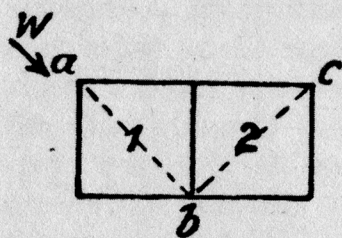
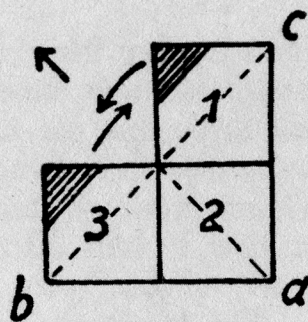
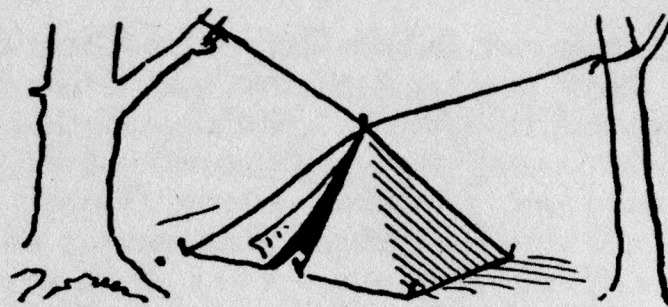

Abb. 22
Abb. 23
Abb. 24
5. Spitzzelt aus zwei Bahnen (Abb. 21). Da es ein halboffenes Zelt ist, wird man es nur als Schutzzelt wählen und nur in lauen Sommernächten als Schlafzelt. Es bietet zwei bis drei Leuten Schutz oder zweien Schlafgelegenheit. Unter allen Umständen ist die Benutzung eines Zeltstabes zu vermeiden, weil dieser in einem so kleinen Zelt sehr stört. Gefknöpft und aufgebaut wird wie in Abbildung 22. Also 1 über 2. Punkt b bildet die Zeltspitze. In a und c wird zuerst angepflockt und darauf in b aufgehängt. Hiernach befestigt man erst die freihängenden Bahnzipfel am Boden. Wir brauchen mindestens 5 Heringe, aber höchstens 9 Stück. 6. Das Dreier-Spitzzelt. Drei Bahnen werden zu einem Winkel (Abb. 23) zusammengeknöpft. Der Aufbau geschieht folgendermaßen: In Punkt a dem Wind entgegen anpflocken. Jetzt 1 und 3 verknöpfen. In den Punkten b und c anpflocken. Ein Mann unter dem Zeltbündel stellt den Etab hoch (alle drei Ösen über die Spitze schieben!). — Zelt nachspannen und Eingang schaffen, und zwar auf der dem Wind abgewandten Seite. (Siehe Abb. 23). Der schraffierte Bahnenteil gibt den Zelteingang an. In unserem Beispiel werden die Bahnen wie folgt aneinandergeknöpft: 2 über 3 und 1. 1 über oder unter 3. Auf jeden Fall muß man bei 1 und 3 darauf achten, daß die Knöpfnaht zu der am besten geschützten Seite weist. Gebraucht werden 4 Zeltstäbe, mindestens 6 Pflöcke (höchstens 12). Das Dreier-Spitzzelt gibt zwei Erwachsenen Raum zum Schlafen (mit Gepäck). Es sind jedoch mindestens 3 Jungvolker über Nacht darin unterzubringen. Schutz vor Regen können 4 bis 5 Leute finden (Abb. 24). 7. Das Dreier-Rundzelt. Die Bahnen werden wie vorher geknöpft. Beim Rundzelt werden jedoch die in Abbildung 25 schraffierten Ecken nach innen geschlagen. Der Aufbau sei erklärt,